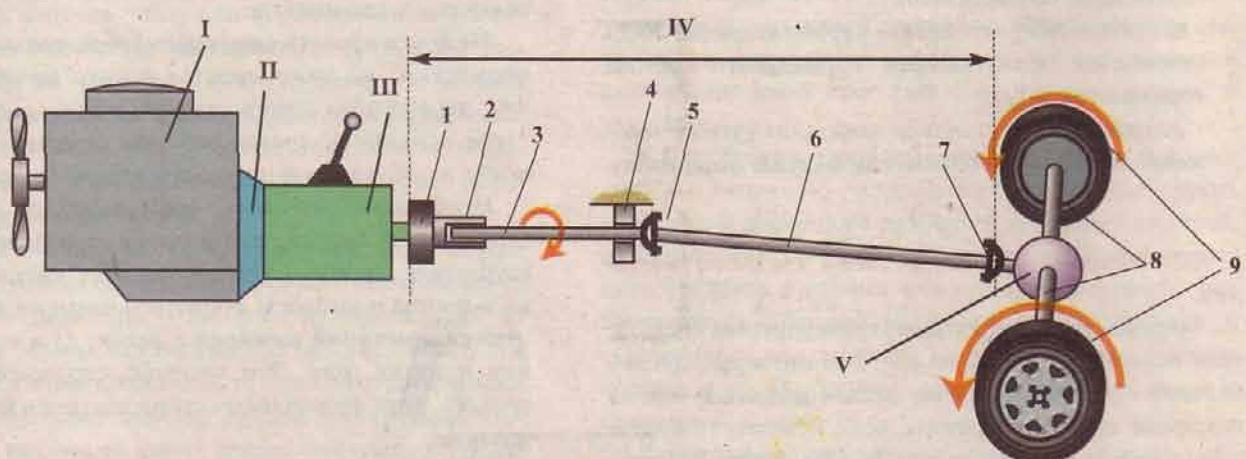

Рис. 29 Схема трансмиссии заднеприводного автомобиля
**Трансмиссия заднеприводного автомобиля** (рис. 29) включает в себя: